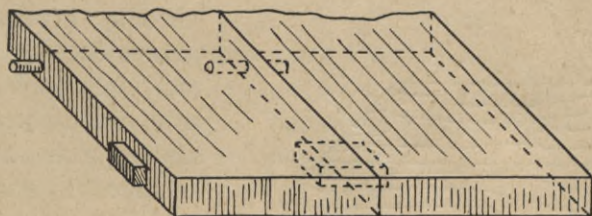

Fig. 109.
6. **Wiązanie na kryte czopy lub kołki** (Fig. 109). Zamiast wpustów używa się z korzyścią tego rodzaju wiązania,